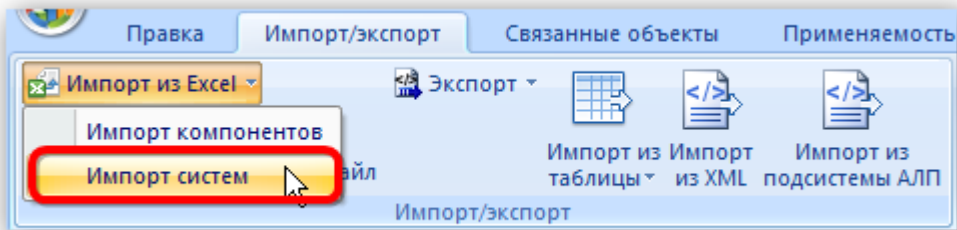

Рис. 10-81 – Импорт ЛСИ-систем из файла Excel
5) После того, как файл будет сохранен, он открывается в программе Excel (рис. 10-81).